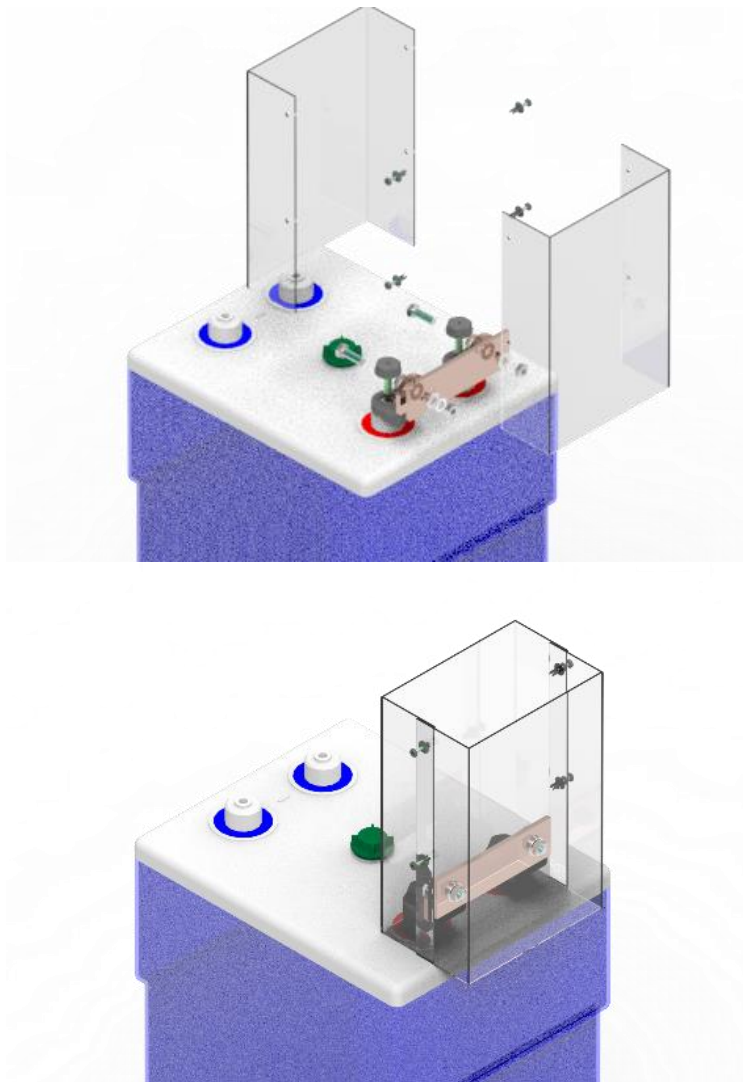

Abbildung 6.6.7-1 - Montage der Anschlussplatte an die Endpole der Batterie
Insgesamt gibt es 11 verschiedene Typen von Anschlussplatten (vgl. Abbildung 6.6.7-1). Anschlussplatten kommen immer dann zum Einsatz, wenn Leitungen an Zellen mit mehreren Batteriepole angeschlossen werden müssen.
1. Anschlusswinkel auf die Endpole der Batterie aufschrauben (vgl. Abbildung 6.6.7-1).